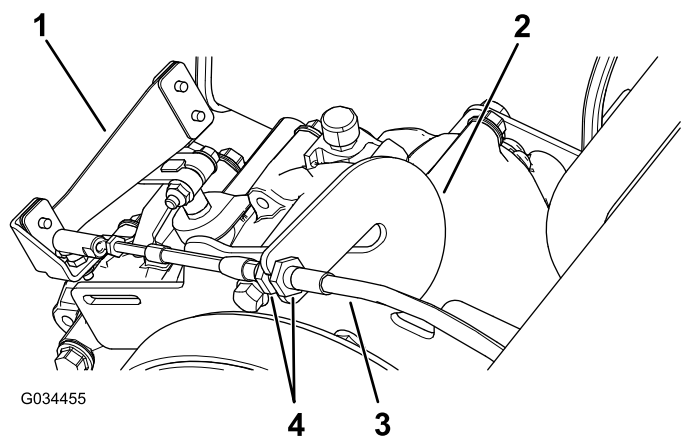

Figura 49
1. Desaperte as porcas de retenção do cabo das mudanças e ajuste-as como necessário (Figura 49).
2. Teste a posição das mudanças rodando o seletor de mudanças para três posições diferentes e verifique se a alavanca de mudanças (Figura 49) muda apropriadamente quando muda de mudança; consulte Ajuste da posição das mudanças em ponto morto (página 46).